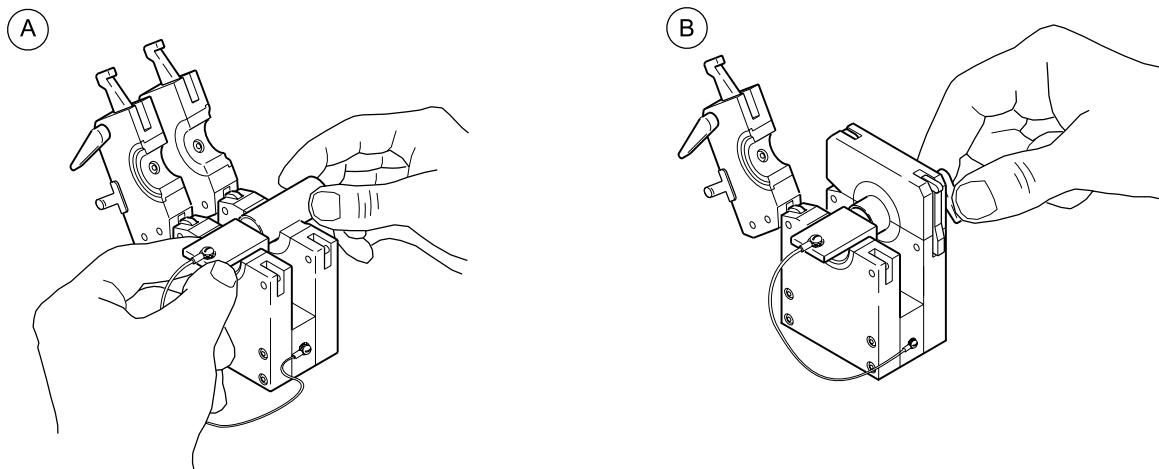

図 15：最初の溶接物をフィクスチャー・ブロックにセットする
2. 溶接物をセンタリング・ゲージに突き合わせます。図 15 (A) をご参照ください。
3. 上部サイド・プレートを閉じて固定します。図 15(B)をご参照ください。